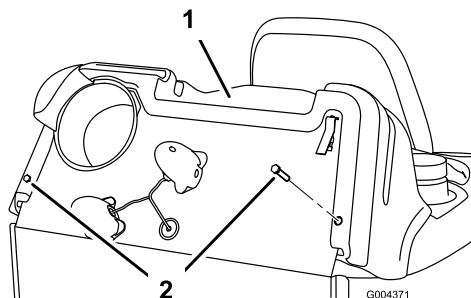

Figure 24
5. Déposez les fixations qui retiennent le capot sur le châssis de la machine (Figure 24). Mettez-les de côté.